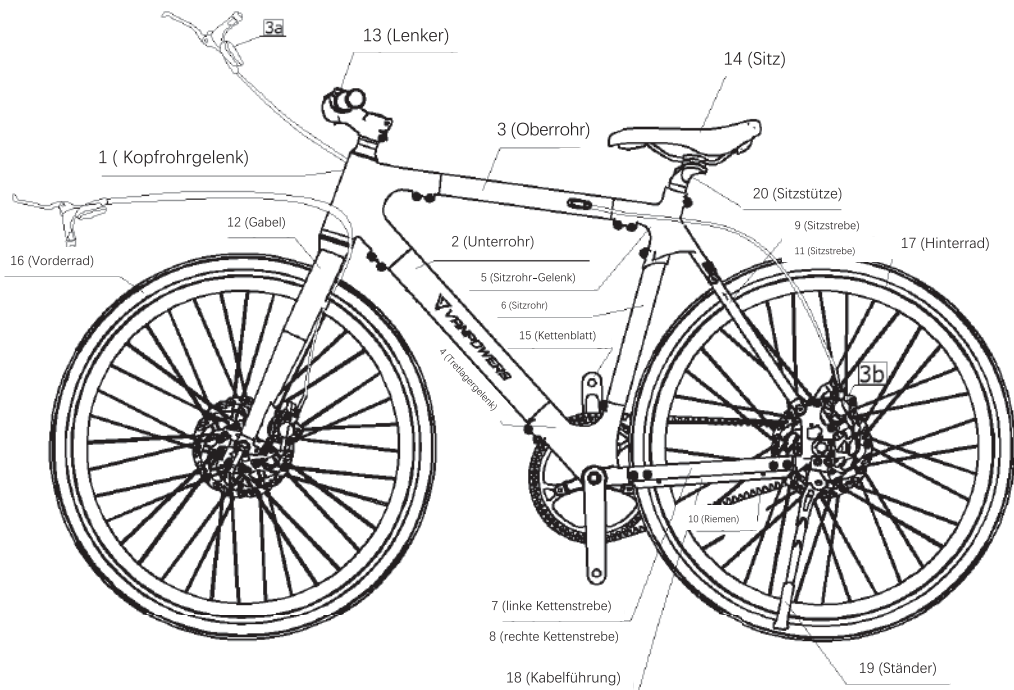

Abb. 46
1. Stellen Sie das Fahrrad auf, wie in Abb. 46 gezeigt.